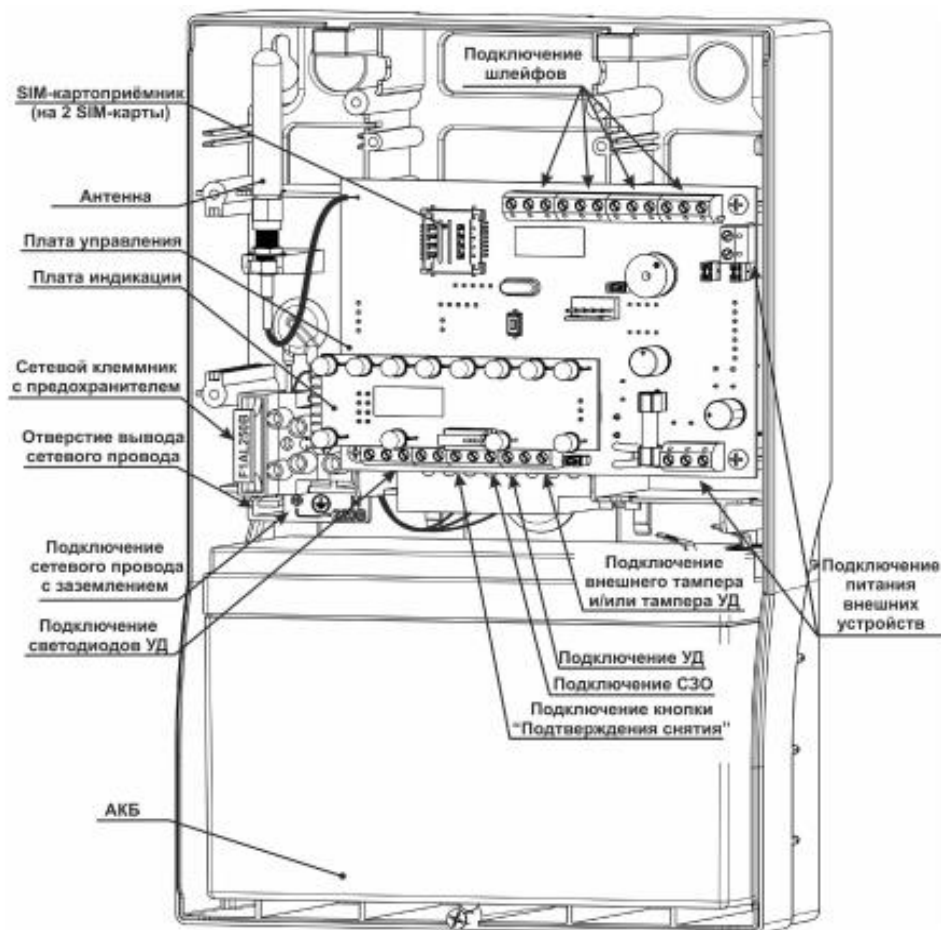

Рисунок 13. Вид прибора со снятой крышкой
2. Пластиковый корпус выполнен из ударопрочного пластика (Рис.13). Корпус снабжён снимающейся передней крышкой, которая фиксируется в закрытом положении винтом в нижней части корпуса. В средней части корпуса (слева) располагается сетевой клеммник с предохранителем для подключения прибора к сети 220 В и заземлению, а также элементы для ввода сетевого кабеля. Рядом с сетевым клеммником нанесена маркировка его контактов. В средней части корпуса под платой управления закреплён блок питания прибора. На крышку корпуса выведены светодиоды индикации состояния электропитания – «Питание», состояния прибора и ШС – «Тревога», «Неисправность» и «Шлейфы», состояния связи – «Связь». Платы